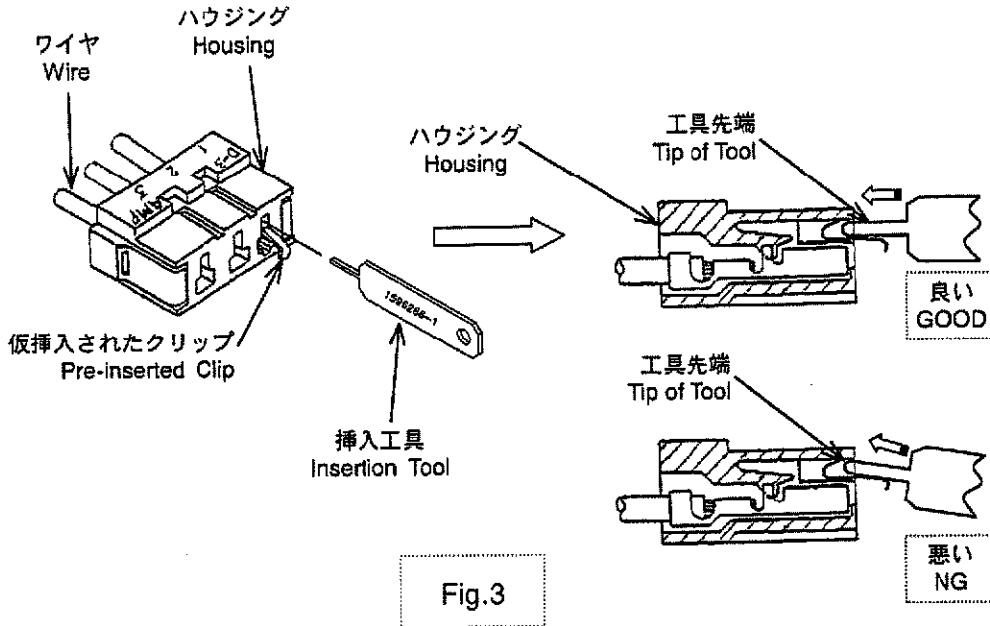

Fig.3
(2) 片手でハウジングを保持しながら、挿入工具の先端をハウジングの入り口に沿って垂直に差し込み、更に押し込みます。(Fig.3を参照)
(2) Insert an Insertion Tool vertically to the entrance of the housing against the inside wall of the housing. (Fig.3)